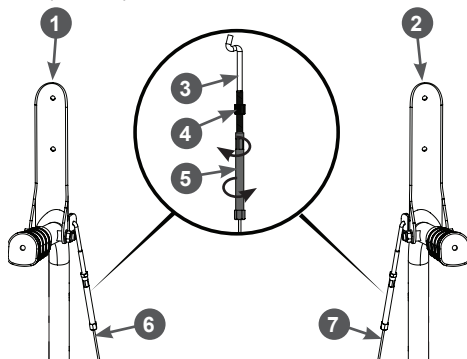

Рис. 8 Подсоединение тросов к рычагам
Убедитесь в том, что тросы включения шнеков (левый) и включения хода (правый) установлены в ручки роликов (Рис. 8). В противном случае, при попытке включить шнеки или ход снегоотбрасывателя тросы будут повреждены. На механическое повреждение тросов гарантия производителя и поставщика не распространяется.
- выкрутите Z-образные наконечники 3 тросов из соединительных муфт 5 тросов. Затем вставьте наконечники в боковые отверстия на рычагах включения шнеков 1 и включения хода 2 (Рис. 8);
(закручивая) соединительную муфту 5 по часовой стрелке (смотреть снизу-вверх), устраните провисание троса 6. Накрутите соединительную муфту 5 на наконечник 3 ещё на один оборот, после чего законтрите резьбовое соединение закрутив контргайку 4 (Рис. 8);
- таким же образом подсоедините к рычагу 2 трос 7 включения хода (Рис. 8).
- при необходимости, отрегулируйте длину троса с помощью соединительной муфты (Рис. 8). Чтобы укоротить трос – накрутите соединительную муфту 5 на Z-образный наконечник 3 троса. Чтобы удлинить трос – открутите. После регулировки затяните контргайку 4 (Рис. 8). Установите на место кожух защитный ремней.
- при необходимости, отрегулируйте длину троса с помощью соединительной муфты (Рис. 8). Чтобы укоротить трос – накрутите соединительную муфту 5 на Z-образную соединительную 3 троса. Чтобы удлинить трос – открутите. После регулировки затяните контргайку 4 (Рис. 8). Установите и закрепите нижний защитный лист корпуса трансмиссии и верните снегоотбрасыватель в рабочее положение.